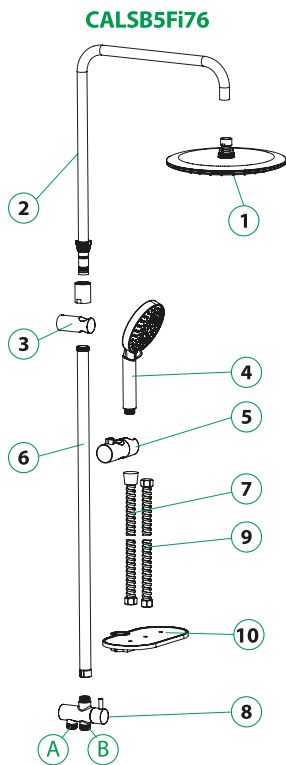

Рис.1
1. Соберите душевую стойку согласно рис. 1–10 (в зависимости от модели).
3. Присоедините душевой шланг (7) к лейке и блоку дивертора (переключателя), а гибкий шланг (9) — к дивертору и смесителю, установите верхнюю душевую насадку.